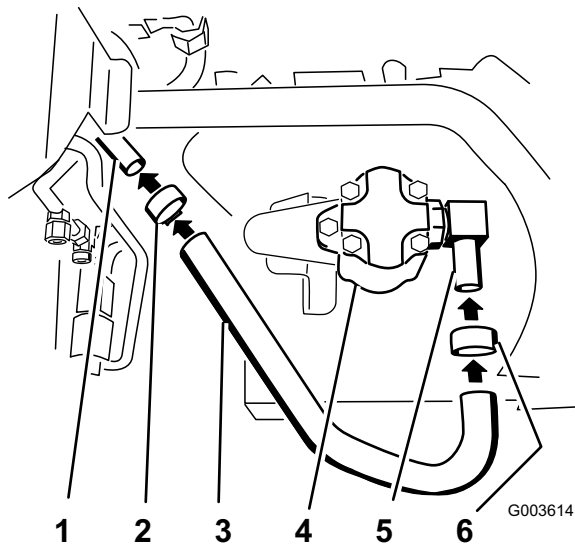
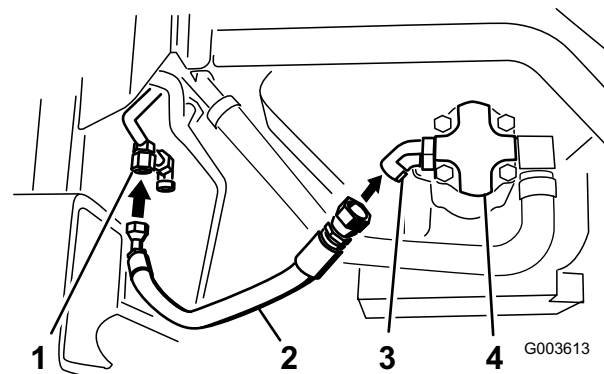
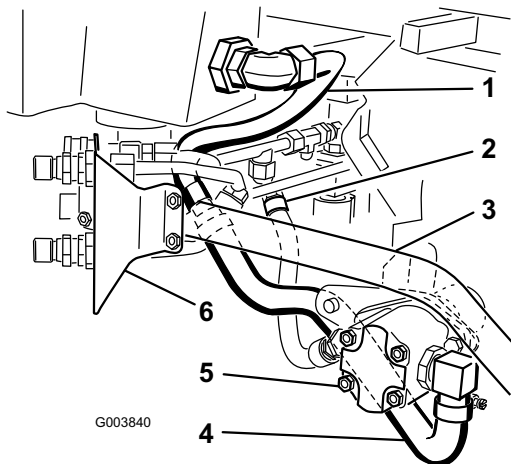

Bild 26
Bild 29
Bild 30
2. Befestigen Sie den großen Hydraulikschlauch am 90-Grad-Anschlussstück, das seitlich an der Hydraulikpumpe befestigt ist (Bild 26 und Bild 30).
3. Ziehen Sie eine Schlauchklemme um den Schlauch und das 90-Grad-Anschlussstück fest (Bild 26).
4. Schließen Sie den großen Hydraulikschlauch an der Hydraulikleitung Nummer 3 an (Bild 26).
5. Ziehen Sie die Schlauchklemme um den Schlauch und die Hydraulikleitung Nummer 3 fest (Bild 26).
7. Befestigen Sie den Hydraulikschlauch mit den Armaturen am 45-Grad-Anschlussstück, das an der Hydraulikpumpe befestigt ist (Bild 29 und Bild 30). Er wird unter dem Hydraulikzylinder sein.
8. Ermitteln Sie mit Bild 30 die richtigen Positionen der Schläuche und der Hydraulikleitungen zur Hydraulikpumpe.